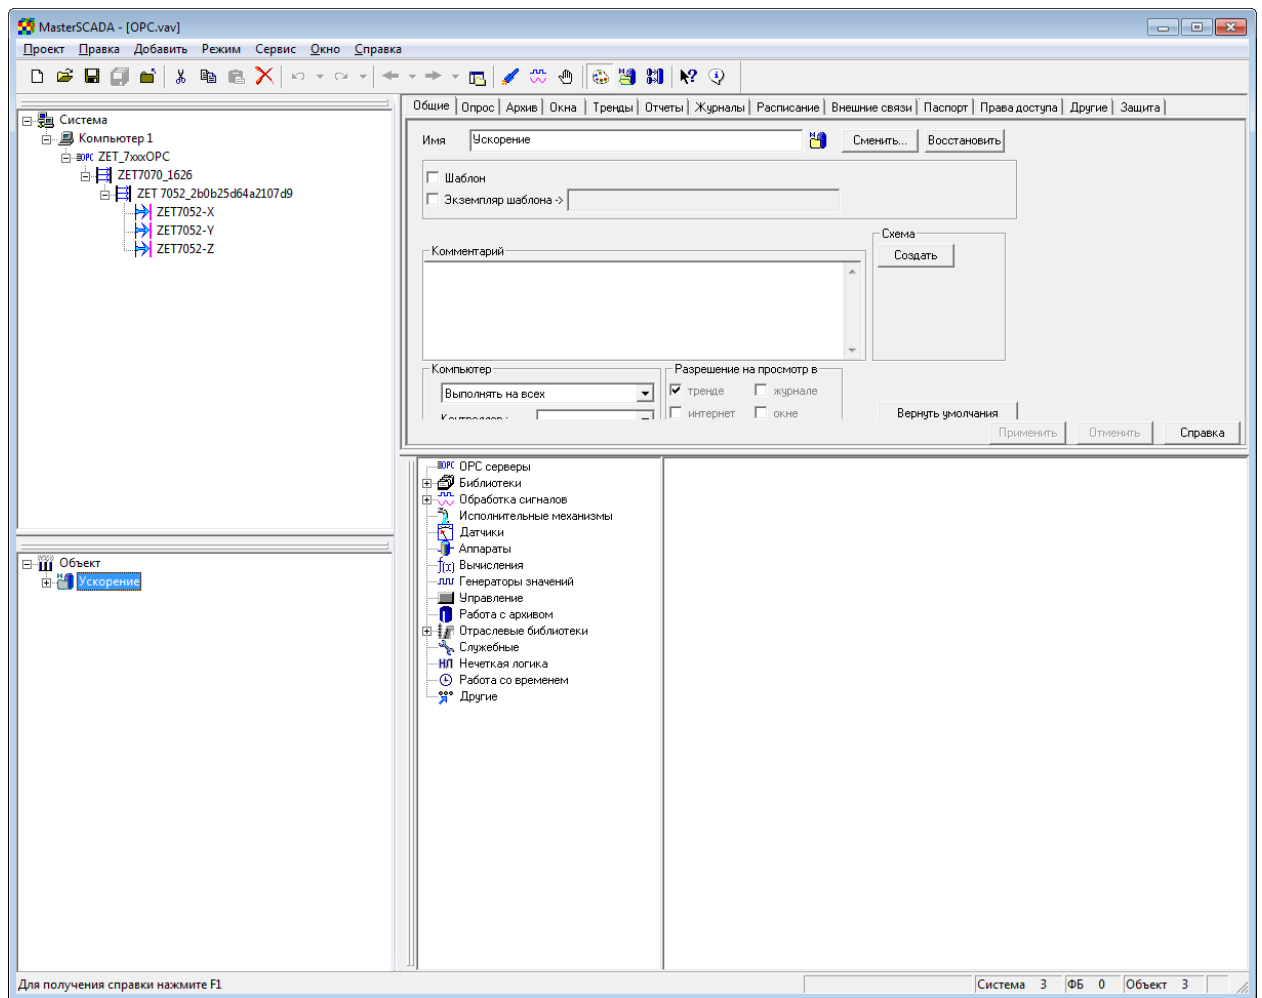
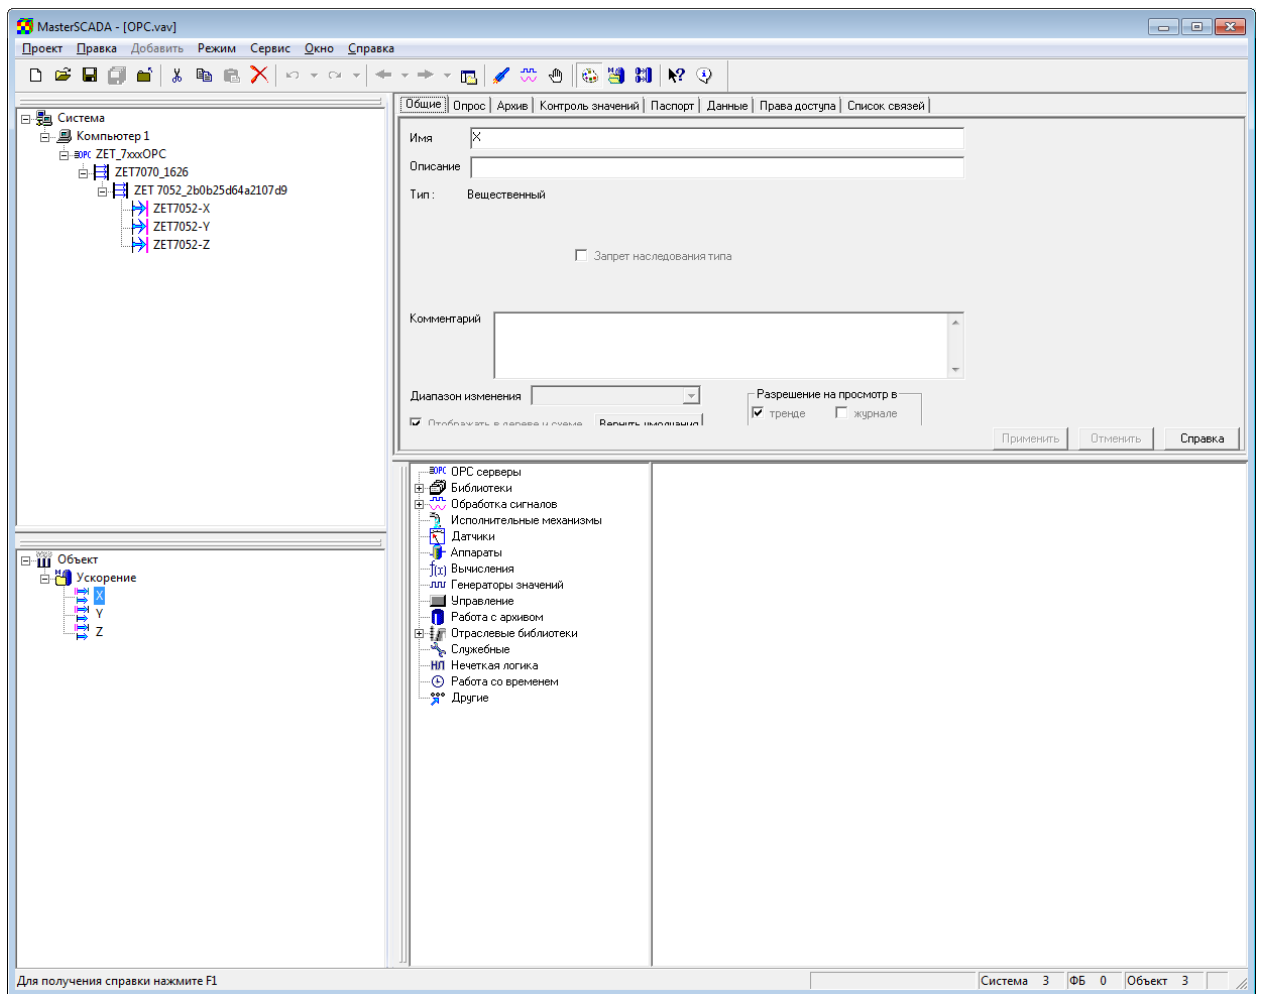
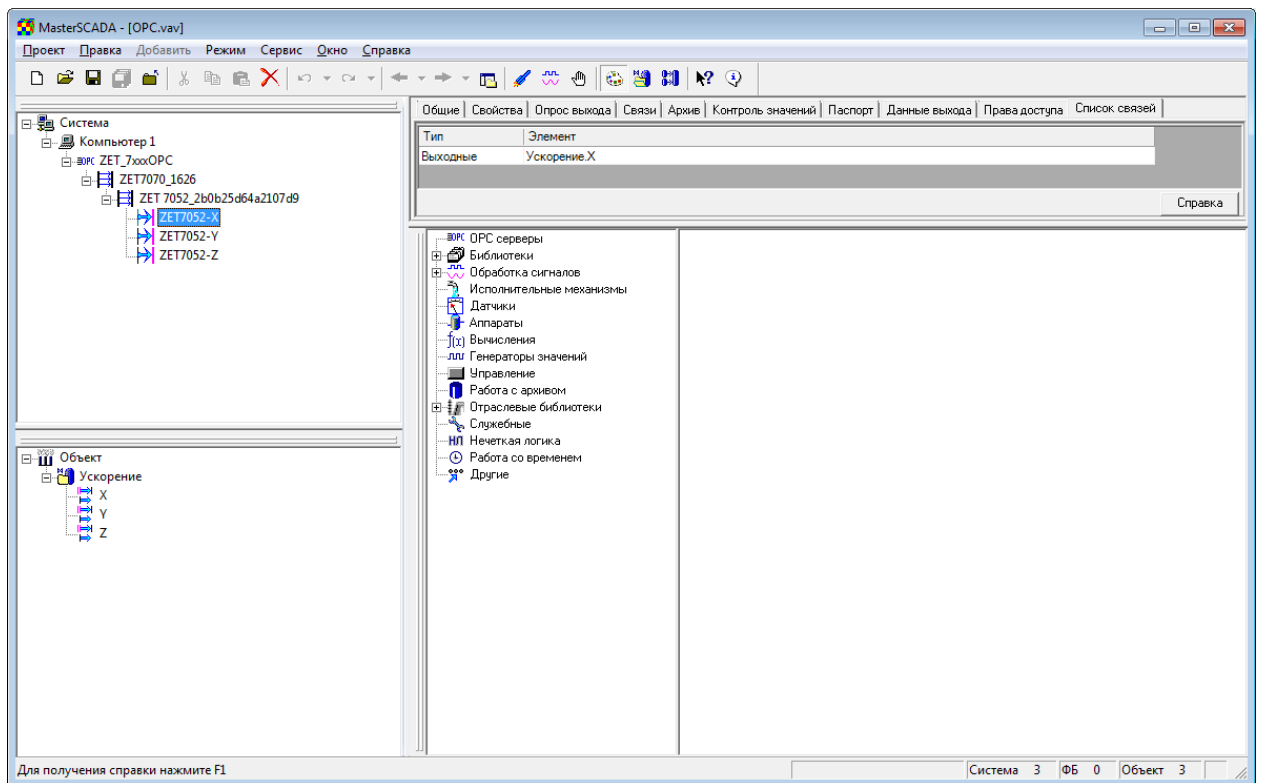

Рисунок 55.
Рисунок 56.
Рисунок 57.
2) Формируем дерево объектов, для этого создаем в дереве «Объект» узел «Ускорение» и назначаем ему выполнение на всех компьютерах (см. Рисунок 55). В узле «Ускорение» добавляем «Значение» для каждого из трех OPC-тегов и называем их «X», «Y» и «Z» соответственно (см. Рисунок 56). Добавляем связь значений «X», «Y» и «Z» узла объектов с соответствующими им OPC-тегами узла системы (см. Рисунок 57).